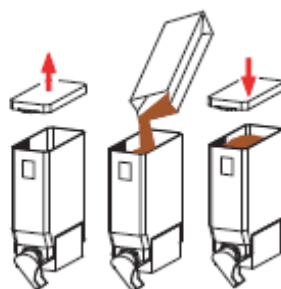

Рис. 16
4. Наполните канистры соответствующими продуктами (рис. 16). См. табл.ниже.